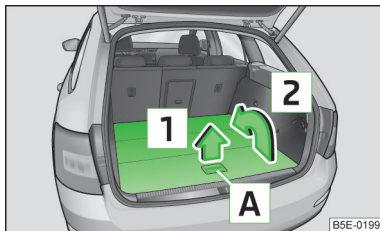

Fig. 98
- Prindeți partea din spate a podelei variabile de mânerul **A** » fig. 98 și ridicați în sensul săgeții **1**.